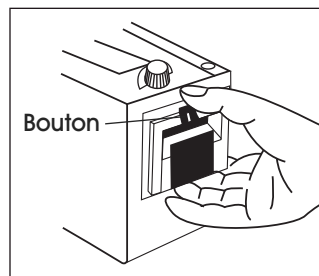

Figure 2
1. Éteignez le capteur et débranchez l'alimentation avant de retirer l'unité de coupe. Débranchez la fiche du capteur, puis tirez l'unité de coupe vers l'avant tout en appuyant sur le bouton au-dessus de l'unité de coupe. (Voir Figure 2)